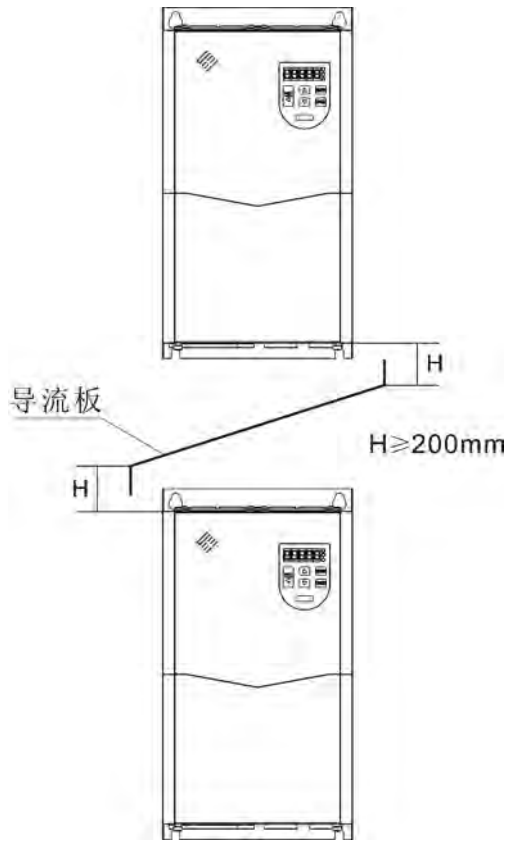

图 3-2驱动器上、下安装示意图
- (2) 当机柜内安装多台驱动器时，最好是并排安装，如果需要上下安装的情况，请安装隔热导流板，空间最小处 H 应大于 200mm，见图 3-2所示。
- (3) 请注意机柜内换气扇的安装位置；如果换气扇的安装位置不当，不仅会导致驱动器周围环境温度上升，影响驱动器的冷却效果，还会使金属等物体掉入驱动器内部，造成故障。
- (4) 安装支架必须是阻燃材质。